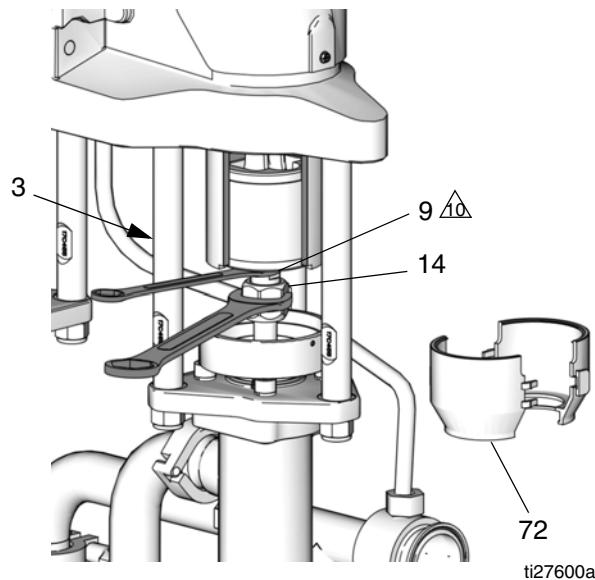

FIG. 5. Remova a porca de acoplamento.
2. Faça jog com o motor para colocar a válvula do lado em reparação no fundo do curso. Isto permite o acesso à porca de acoplamento (14).
4. **Bombas com válvulas vedadas:** Retire a proteção de duas partes (72, consulte a FIG. 5) inserindo uma chave de fendas na ranhura, utilizando-a como alavancaria para liberar a aba. Repita para todas as abas. **Não utilize** a chave de fenda para separar as proteções.
5. Consulte a FIG. 5. Coloque uma chave de 3/4 de polegada nas partes planas (9) do pistão deslizante (logo acima da porca de acoplamento), para impedir que o pistão/bielas girem quando estiver soltando a porca de acoplamento (14). Oriente a chave para que fique apoiada contra uma das hastes de ligação (3). Aplicar força excessiva contra o pistão/bielas poderá encurtar a vida útil do rolamento do pino da válvula.
6. Usando uma chave de boca de 1-5/8de polegada, desaperte a porca de acoplamento (14) do pistão deslizante (9) e deixe-o deslizar para baixo na biela do pistão da bomba. Tenha cuidado para não perder os aros (13).